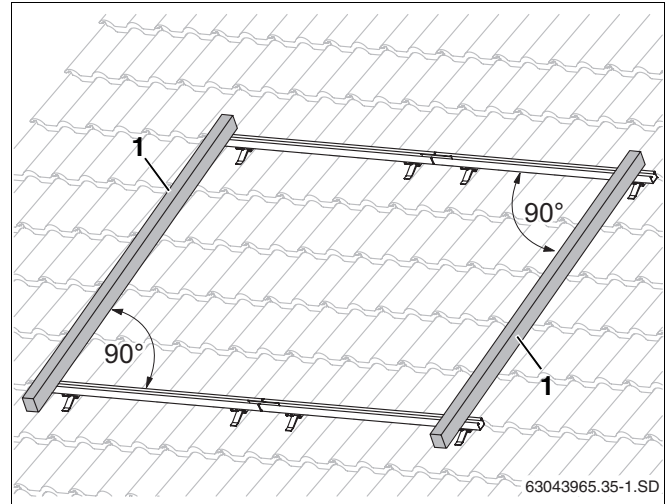

fig. 33 Alinhar perfis
- ▶ Alinhar lateralmente e entre si os perfis superiores e inferiores e cada um na horizontal (fig. 33, utilizar um nível de bolha).
Meça as diagonais ou coloque, por ex., uma ripa (fig. 33, **item 1**) nas extremidades dos perfis. O ângulo entre a ripa e o perfil deve ser de 90°. Alinhe os perfis sobre os furos oblongos.